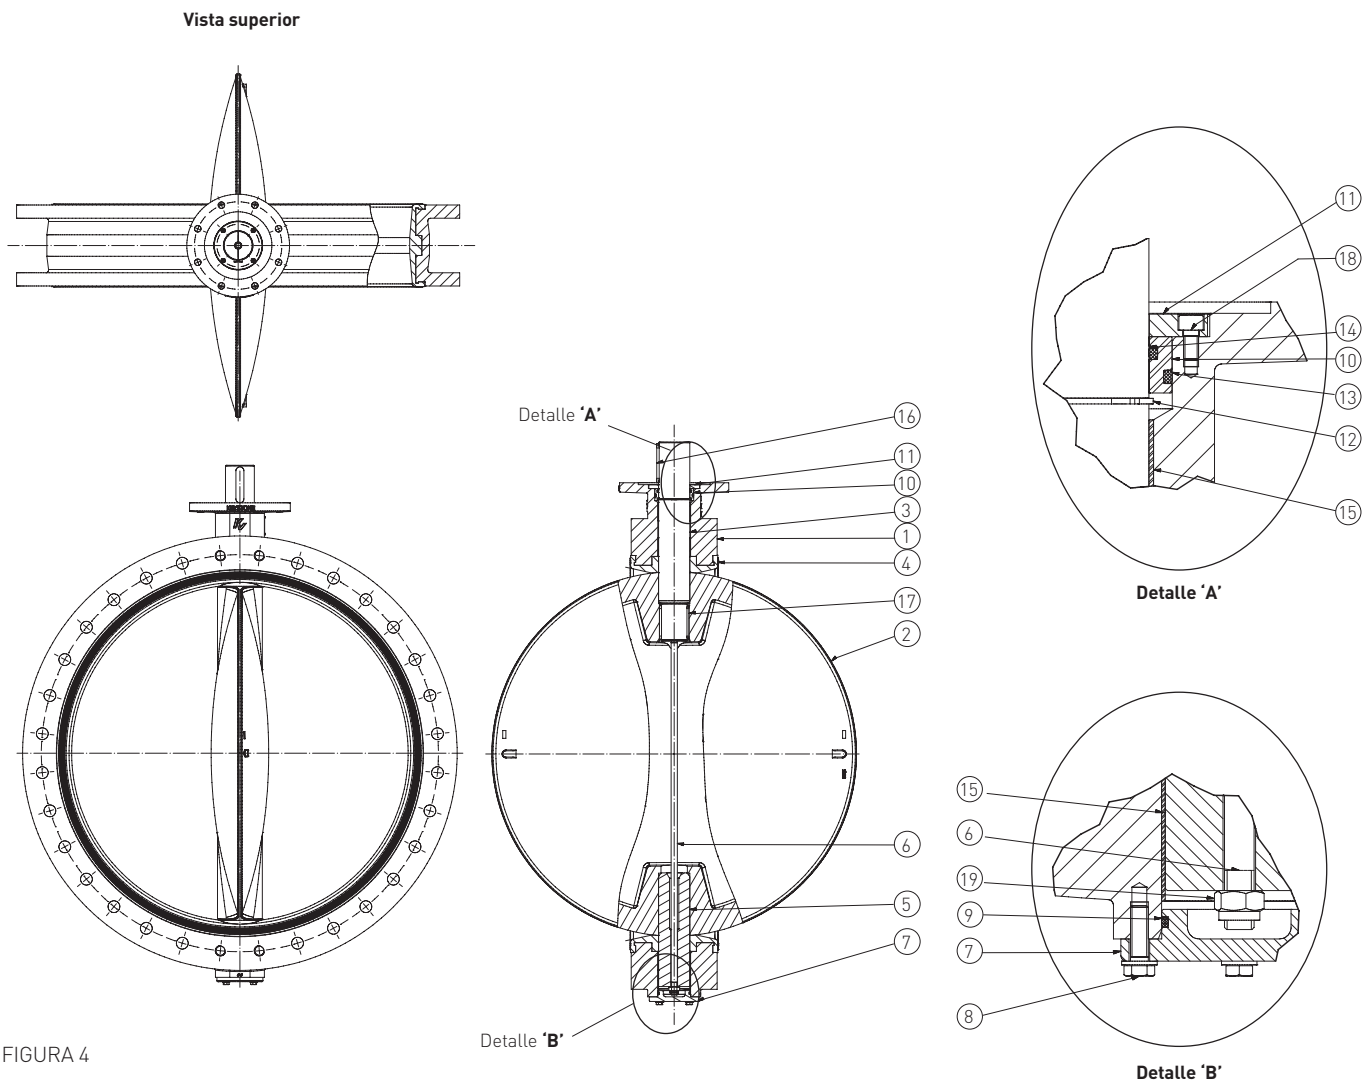

FIGURA 4
### DN 1050-1800 (NPS 42-72) (véase Figura 4)
**DN 1050-1800 (NPS 42-72) (véase Figura 4)**